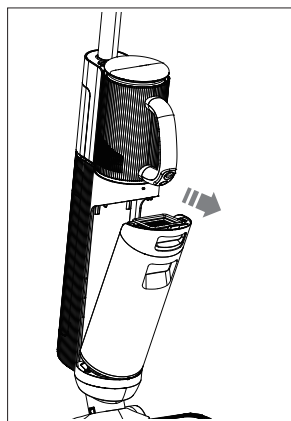

Fig. 9 – Rimozione del serbatoio dell'acqua
- ▶ afferrare l'impugnatura incassata del serbatoio dell'acqua sporca (7) e premere verso il basso il tasto di sblocco del serbatoio dell'acqua sporca (6).
- ▶ Estrarre il serbatoio dell'acqua sporca dal corpo dell'apparecchio (**vedere Fig. 9**).